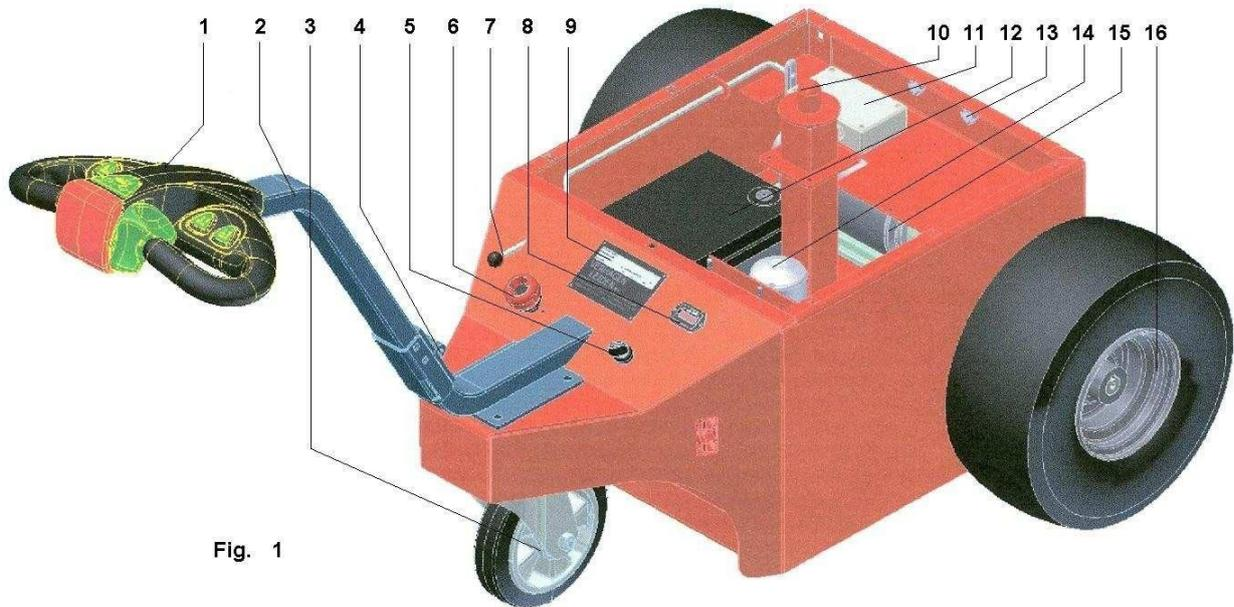

Fig. 1
5.3 Funcionamiento (vea la fotografía, fig. 1)
El bloqueo de arranque (5 fig. 1) se utiliza para apagar las baterías, **apague siempre la batería en caso de realizar el mantenimiento al Multi-Mover XL50.**